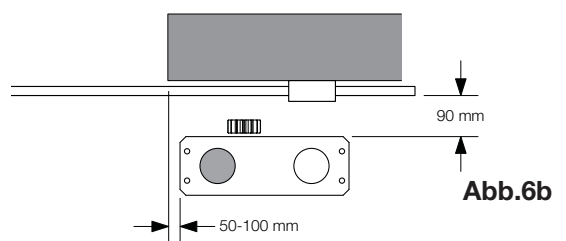

Abb.6b
- Abb. 6b: Installation mit Motor rechts